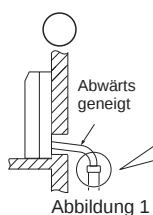

Abbildung 1
- Der Ablaufschlauch sollte nach unten gerichtet sein, um ein gutes Abfließen sicherzustellen. (Abbildung 1)
- 1) Schneiden Sie das Kupferrohr sachgemäß mit einem Rohrschneider ab. (Abbildung 1, 2)